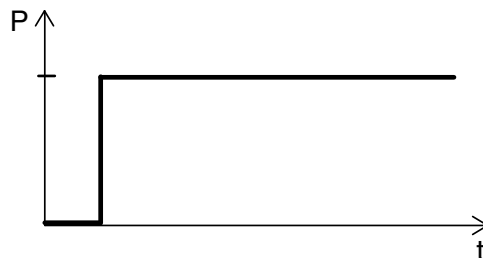

Рис. 15 S1, непрерывный режим эксплуатации
1. Ослабить пробку масляной камеры. См. рис. 15.